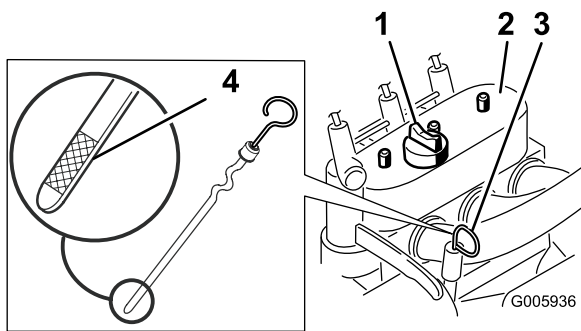

Figure 29
4. Nettoyez la surface autour de la jauge (Figure 29).
5. Sortez la jauge d'huile et essuyez soigneusement l'extrémité métallique (Figure 29).
6. Enfoncez la jauge complètement dans le tube (Figure 29).
8. Si le niveau d'huile est trop bas, nettoyez la surface autour du bouchon de remplissage et enlevez le bouchon (Figure 29).
13. Enlevez le bouchon de remplissage (Figure 29) et versez lentement environ 80 % de la quantité d'huile spécifiée dans le couvre-culasse.